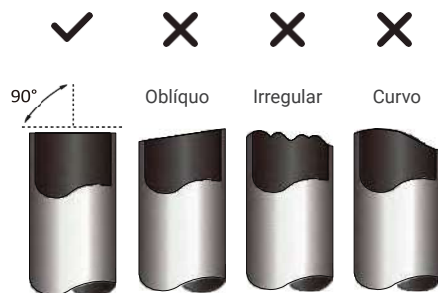

Fig. 5.1
3. Certifique-se de que o tubo é cortado num ângulo perfeito de 90°. Consulte a Fig. 5.1 para exemplos de cortes incorretos.